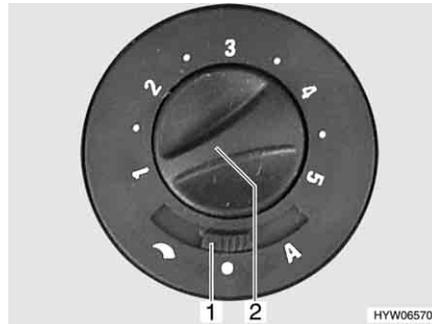

Fig. 112 Interruttore di comando per la ventola di ricircolo dell'aria
- Posizionare l'interruttore a scorrimento (Fig. 112,1) su "☾" (regolazione manuale) o "A" (funzionamento automatico).
- Impostare con la manopola (Fig. 112,2) la prestazione desiderata della ventola di ricircolo dell'aria (regolazione manuale) oppure limitarla (funzionamento automatico).
- Posizionare l'interruttore a scorrimento (Fig. 112,1) su "●" (spento).